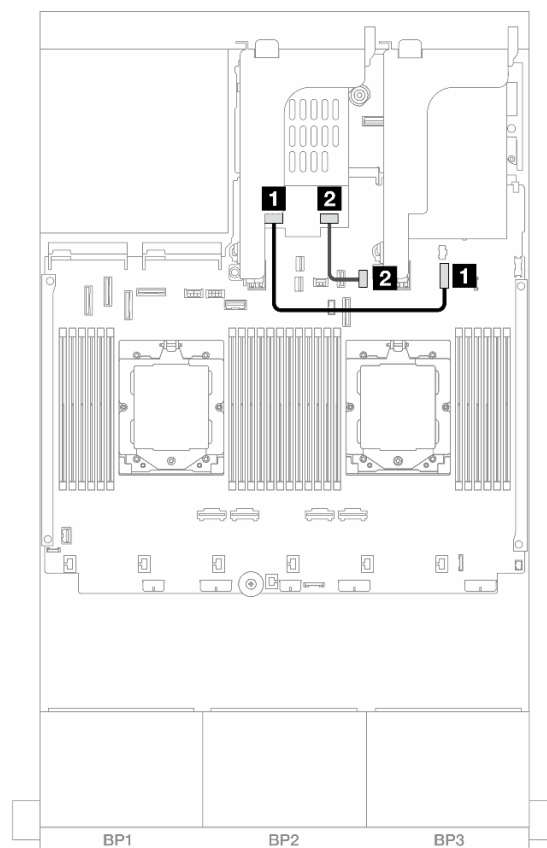

Figura 306. Disposición de los cables de SATA
- Figura 306 “Disposición de los cables de SATA” en la página 328